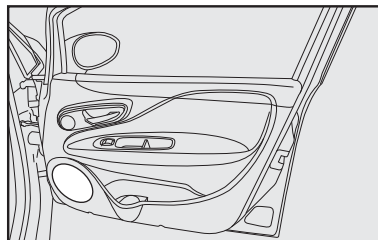

fig. 131
- Altoparlantes en las puertas delanteras **fig. 131**.